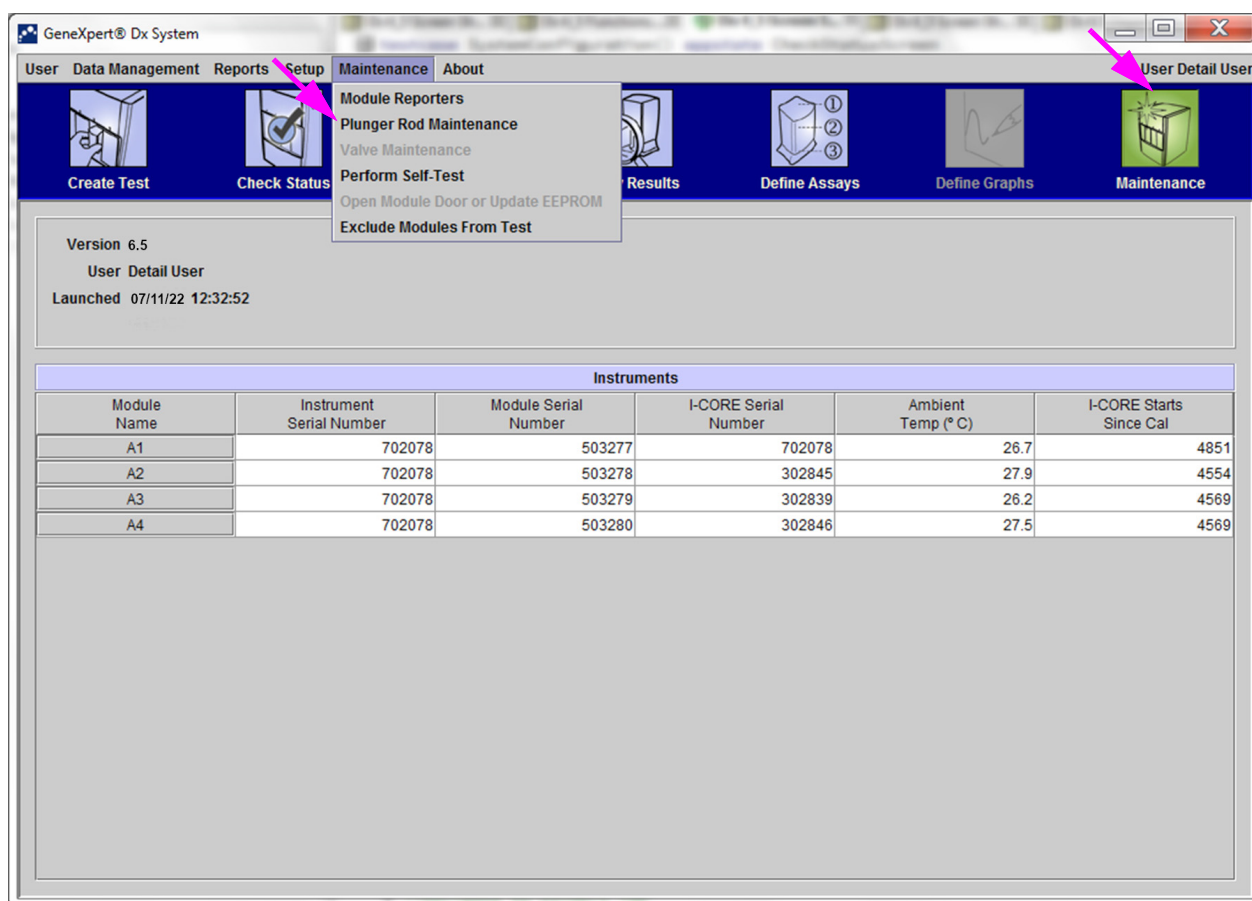
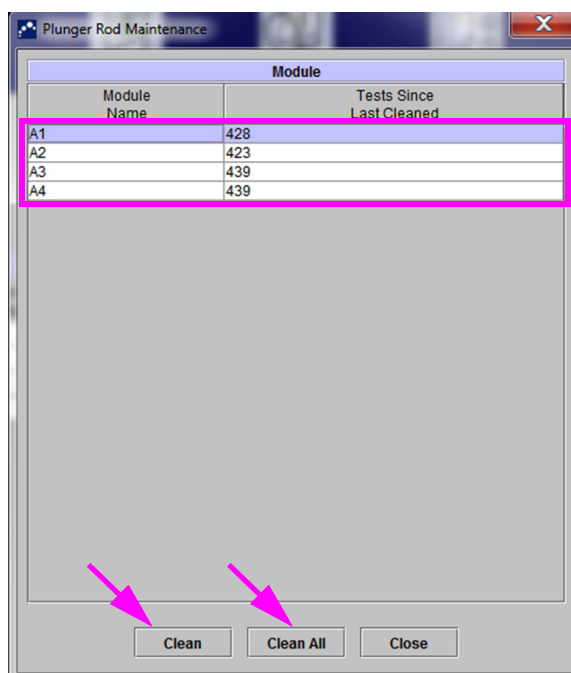
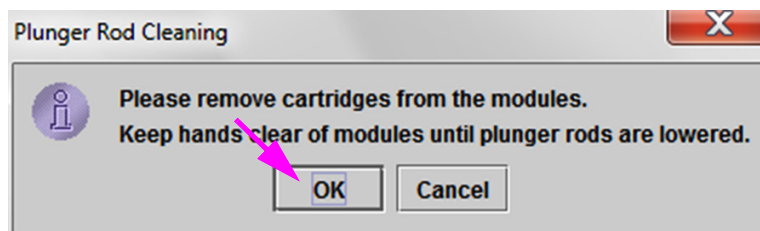

Figura 9-2. Fereastra sistemului GeneXpert Dx
Figura 9-3. Caseta de dialog Întreținere tijă piston
Figura 9-4. Caseta de dialog Curățare tijă piston
2. În fereastra sistemului GeneXpert Dx, faceți clic pe pictograma **Întreținere (Maintenance)** (consultați Figura 9-2). Se afișează ecranul **Întreținere (Maintenance)**.
3. Faceți clic pe **Întreținere (Maintenance)** de pe bara de meniu (consultați Figura 9-2), selectați **Întreținere tijă piston (Plunger Rod Maintenance)**. Este afișată caseta de dialog **Întreținere tijă piston (Plunger Rod Maintenance)**. Consultați Figura 9-3.
4. În tabelul **Modul (Module)**, selectați modulul (modulele) care trebuie curățat(e) și apoi selectați **Curățare (Clean)** sau **Curățare toate (Clean All)** (consultați Figura 9-3). Se afișează caseta de dialog Curățare tijă piston (Plunger Rod Cleaning) (consultați Figura 9-4).